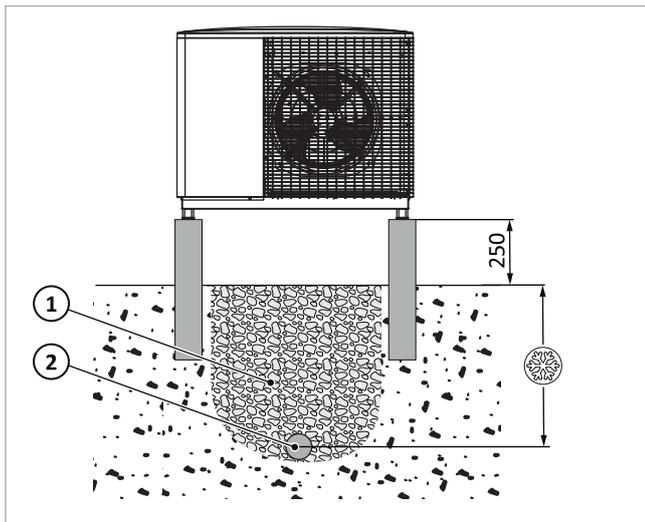

Abb. 27: SolvisLea Pro auf Streifenfundament - ohne Kondensatwanne
1. Streifenfundament oder Kantsteine in vorgegebener Höhe errichten (siehe → Abb. 27).